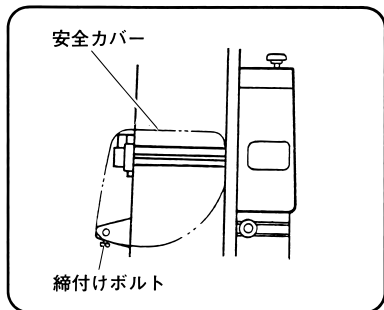
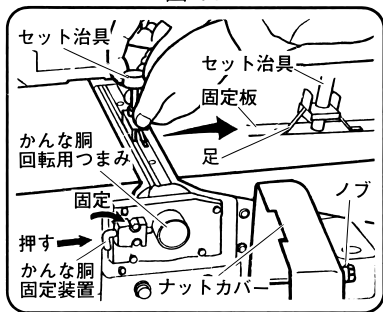

図 34
図 35
(1) 安全カバーの締付けボルトを付属の両口スパナ (13mm) でゆるめ安全カバーをはずします。(図 34)
(2) ナットカバーのノブをゆるめ、ナットカバーを開きます。
(3) かなな胴回転用つまみをまわし、固定板の刃先を上側にします。
(4) かなな胴固定装置のレバーを指先で押し右にまわしてかなな胴を固定します。(図 35)
(5) 付属のセット治具を固定板に4~5回転ねじ込み、セット治具の両側の足を固定板に接触させます。
(6) 付属の刃高調整定規をかなな刃の刃先に当てて手押テーブル(出口側)に取付けます。
(7) セット治具を手、または、お手持ちの木づちで軽くたたきます。
(1) 手押かなな部のかなな胴回転用つまみ(図35参照)をまわしてかなな胴の固定板が上になる位置にします。